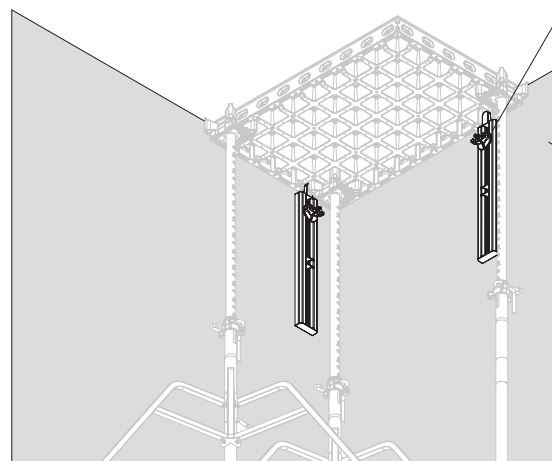

Fig. D1.05
3. Serrer le support mural DUO à l'aide de l'écrou-disque (54) DW 15. (Fig. D1.05)